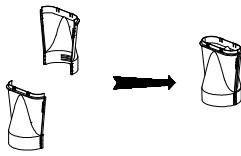
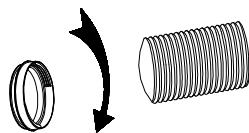
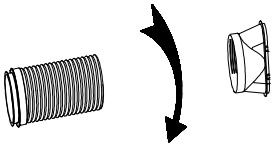
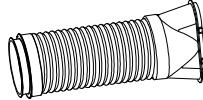

Abb. 1A
Abb. 2A
Abb. 1
Abb. 2
1.1 Montage des äußeren Steckverbinders für den Wärmeabzug (**Abbildung 1A**), des kurzen Steckverbinders für den Wärmeabzugschlauch (**Abbildung 2A**) und des äußeren Steckverbinders für den Wärmeabzugschlauch und des kurzen Steckverbinders für den Wärmeabzugschlauch (**Abbildung 1, Abbildung 2**)
- (1) Nehmen Sie die beiden Teile des äußeren Steckverbinder des Wärmeabgasschlauchs heraus. Diese beiden Teile haben die gleiche Struktur;
- (2) Halten Sie mit jeder Hand ein Stück, legen Sie das Gelenk eines Stücks in Richtung der Nut des anderen und drücken Sie darauf, damit es fest einrastet (**Abbildung 1A**).
- (3) Nehmen Sie den Wärmeabzugschlauch und den runden Anschluss heraus, ziehen Sie die wenigen Umdrehungen des Schlauchenendes auseinander und schrauben Sie ihn gegen den Uhrzeigersinn in die Quirlseite des runden Anschlusses, um die Wärmeabgasschlauchbaugruppe A zu bilden (**Abbildung 2A**).
- (4) Ziehen Sie die wenigen Windungen am anderen Ende des Wärmeabgasschlauchs auseinander und schrauben Sie das runde Ende des äußeren Steckverbinder des Wärmeabgasschlauchs gegen den Uhrzeigersinn in den Wärmeabgasschlauch, um die Wärmeabgasschlauchbaugruppe zu bilden (**Abbildung 2**).